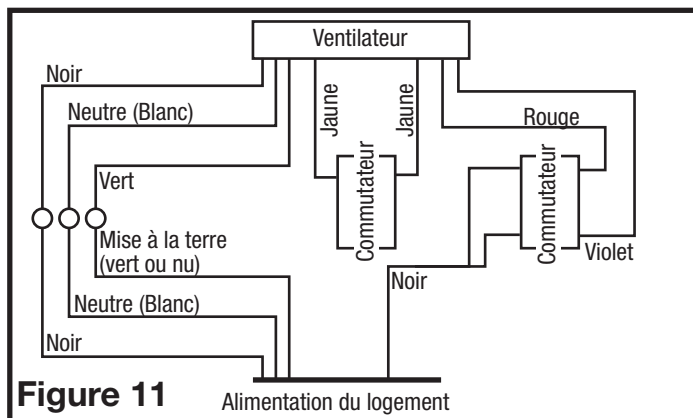

Figure 11
**REMARQUE :** Si la bride de montage est installée sur le boîtier du ventilateur, enlevez les deux vis qui relient la bride de montage du plafond au boîtier et mettez de côté (Figure 11).
4. Fixez les fils électriques au logement avec une prise électrique approuvée. Pour les ventilateurs à deux vitesses, raccordés pour une ventilation continue, connectez le fil blanc du ventilateur au fil blanc (neutre) de la source d'alimentation. Connectez le fil de terre de la maison au fil vert du boîtier du ventilateur. Connectez le fil noir du ventilateur au fil noir (chaud) de la source d'alimentation. Le ventilateur fonctionnera à faible vitesse, en continu, et augmentera à haute vitesse sur une hausse de l'humidité. Utilisez un interrupteur correctement mis à terre, connectez 1 fil jaune de chaque côté de l'interrupteur. Fermer l'interrupteur changera la vitesse de normale à haute vitesse. Utilisez un interrupteur à bascule standard duplex correctement mis à terre (comme Leviton 5224-2W, non inclus) pour relier le fil noir de la source d'alimentation au côté de l'interrupteur de haut et de bas. Connectez le fil rouge (lumière) du boîtier du ventilateur à l'autre côté de l'interrupteur du haut et connectez le fil violet (veilleuse) du boîtier du ventilateur à l'autre côté de l'interrupteur du bas. Un interrupteur à commande manuelle (non inclus) peut être utilisé pour éteindre manuellement le ventilateur (Figure 11).